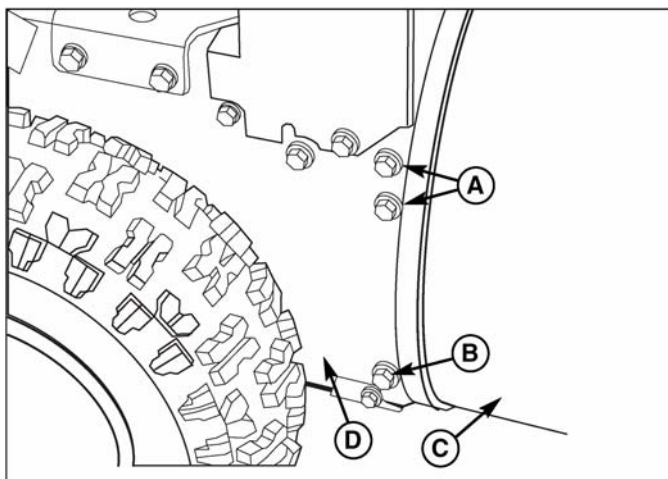

Рис. 34. Разделение рамы и корпуса шнека
12. Снимите четыре верхних болта (А, рис. 34), удерживающих вместе корпус шнека (С) и раму (D). Ослабьте два нижних болта (В). Корпус шнека (С) и рама (D) могут быть отсоединены друг от друга, чтобы можно было снять ремень.
15. Установите корпус шнека (С, рис. 34) на раму при помощи четырех верхних болтов (А), снятых при выполнении шага 12. Затяните два нижних болта (В). Затяните все болты с моментом затяжки 4,5-5,6 Нм (40-50 фунтов на дюйм).